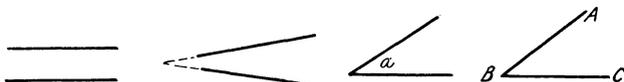

Fig. 10—13.
1. Zwei Linien können nebeneinander herlaufen, daß ihr Abstand stets derselbe bleibt (Schienen der Eisenbahn); dann laufen sie parallel (Fig. 10).